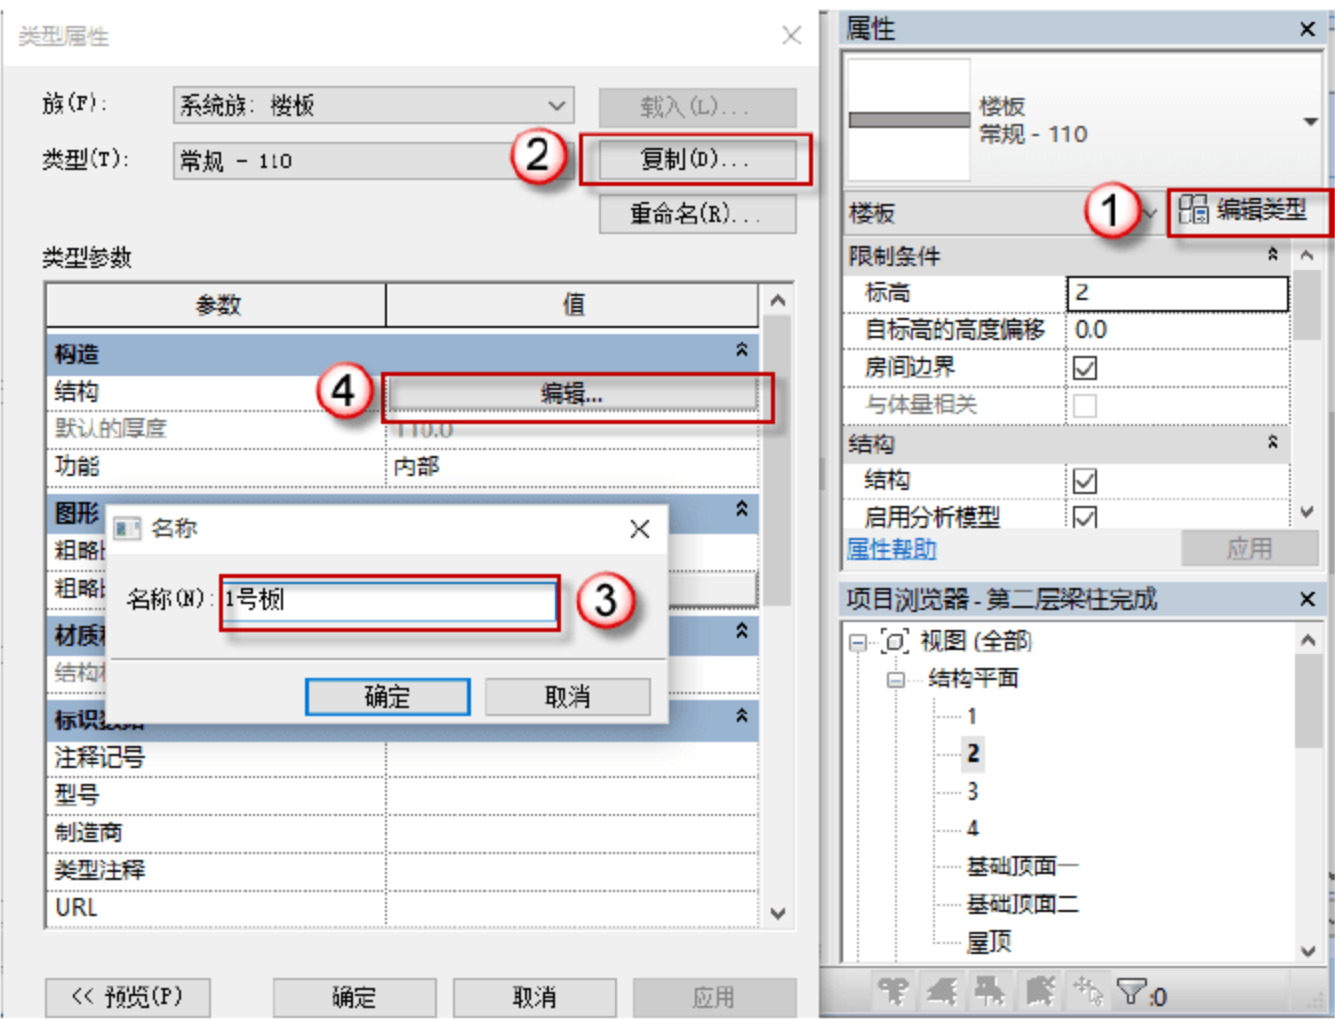

图 3.2.57 设置 1 号板参数
(3) 设置 1 号板参数，按快捷键 S+B，进入编辑模式，单击“编辑类型”按钮，在弹出的对话框中单击“复制”按钮，在弹出的对话框中命名板号，单击“确定”按钮。单击“编辑”按钮，设置参数，将板厚设置为 110，如图 3.2.57 所示。